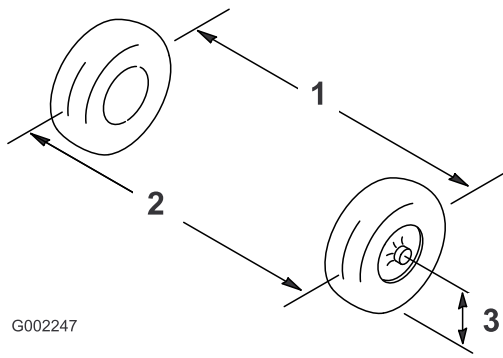

図 49
2. 前輪の前と後ろで、左右のタイヤの中央線間距離を測る; 計測はアクスルの高さで行う (図 49)。